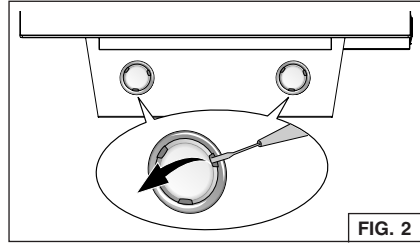

FIG. 2
1. Haga palanca desde las ranuras apropiadas y abra la cubierta. Fig. 2.